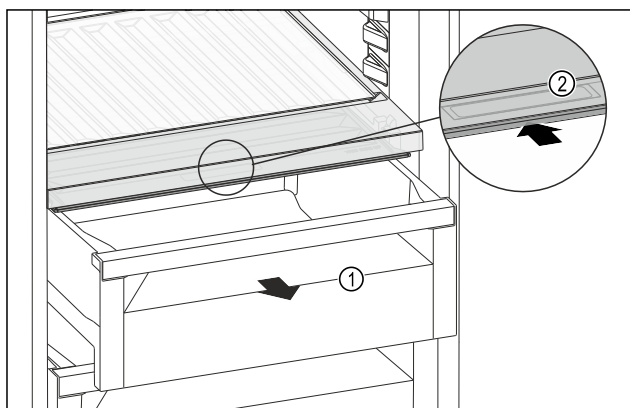

Fig. 241
- Estrarre il cassetto Fig. 241 (1).
- Afferrare la maniglia incassata Fig. 241 (2) sul coperchio dello scomparto e spingere allo stesso tempo all'indietro il coperchio dello scomparto.